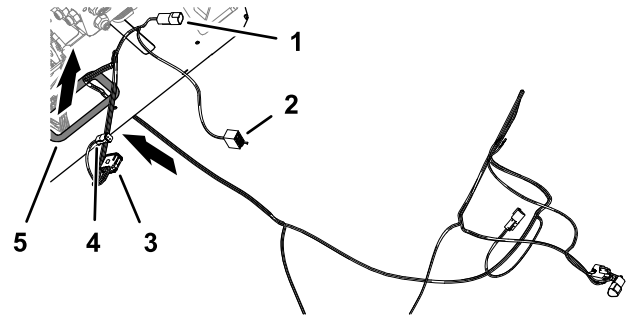

Figura 82
1. En la parte delantera de la máquina, pase los conectores del arnés de cables (Figura 82) con las etiquetas siguientes a través de la parte inferior de la chapa de suelo: